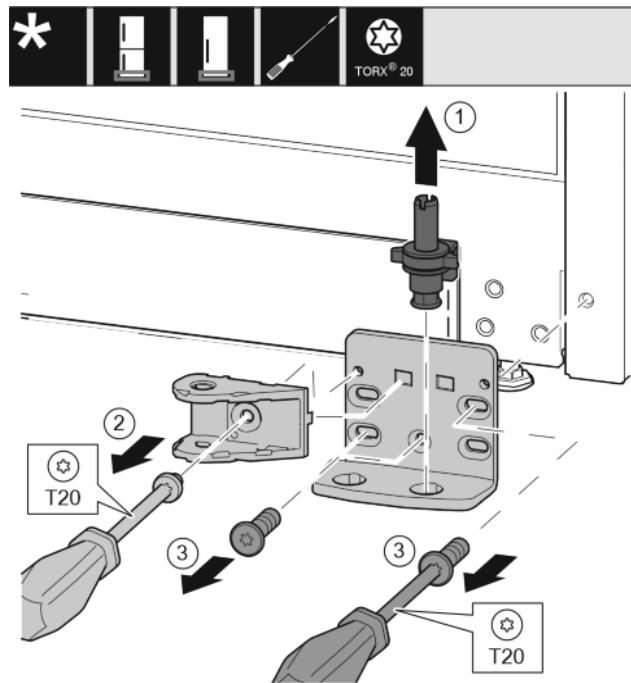

Fig. 27
- ▶ Ložiskový čap vytiahnite úplne nahor. Fig. 27 (1)
- ▶ Skrutky vyskrutkujte skrutkovačom T20 a odnímte spoj tlmiča uzatvárania. Fig. 27 (2)
- ▶ Skrutky vyskrutkujte skrutkovačom T20 a odnímte ložiskovú konzolu. Fig. 27 (3)